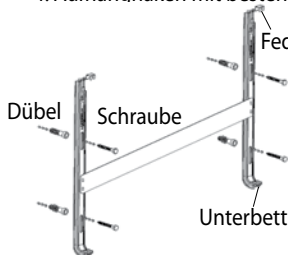

Bild 5. Aufhängenhaken
2. Damit das Stromkabel nicht auf Spann gebracht wird, sollte die Entfernung des Gerätes zur Steckdose richtig abgemessen werden. Nach Auswahl des richtigen Standortes werden die für die Montage nötigen Löcher nach den Abmessungen in Bild 7 markiert. Für diesen Schritt können die Aufhängenhaken in Bild 5 als Schablone benutzt werden. Dazu Aufhängenhaken an die Wand pressen und die ovale Öffnungen mit einem Bleistift so markieren, dass Standheizkörper (wünschenswert) mindestens 100 mm, max 200 mm vom Fußboden steht. Damit das Gerät effizient laufen kann, sollte auf die Mindestabstände unten, oben und an den Seiten geachtet werden. (Bild 6)